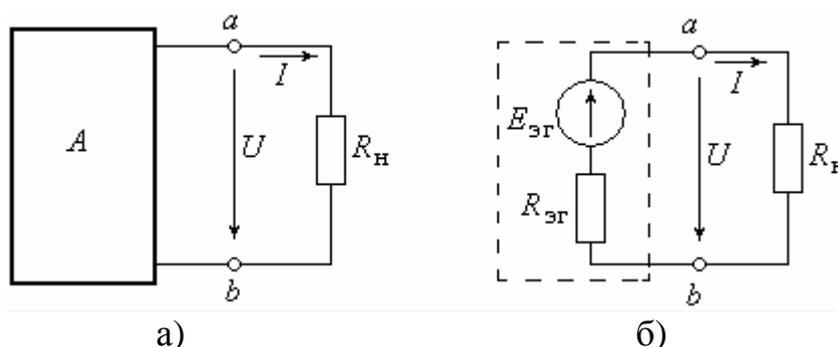

Рис. 2.1
Метод эквивалентного генератора применяется для исследования электрической цепи в случае, когда возникает необходимость определения тока, напряжения или мощности в одной ветви. Данную ветвь можно рассматривать как нагрузку, подключенную в точках  $a$  и  $b$  к остальной части сложной электрической цепи, которую можно заменить эквивалентным активным двухполюсником или эквивалентным генератором (рис. 2.1 а,б).
Величину тока можно рассчитать по закону Ома для неразветвленной цепи (см. рис. 2.1, б)
4. Какая зависимость называется внешней характеристикой эквивалентного генератора? Составить уравнение по второму закону Кирхгофа для схемы, изображенной на рис. 2.1.б, математически описывающее вид этой характеристики.
2. Составить математическое описание внешней характеристики, используя второй закон Кирхгофа для схемы на рис. 2.1, б и объяснить вид этой характеристики.